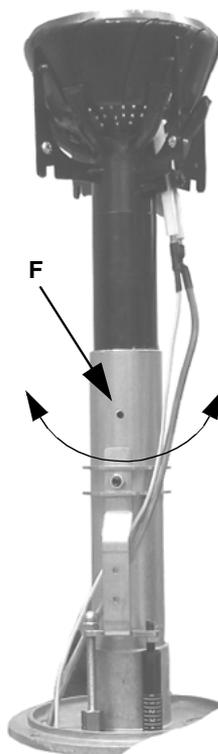
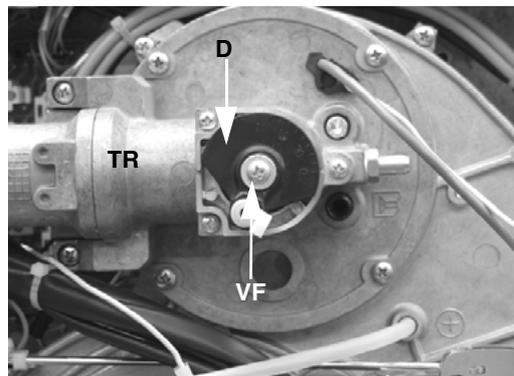

Fig. 29
Fig. 30
- 7 Aflojar el tornillo V que fija la cabeza de combustión al tubo cabeza, girar la cabeza 180° como se indica en la Fig. 29, hasta encontrar el orificio F, y fijar nuevamente el tornillo V.(Fig. 30).